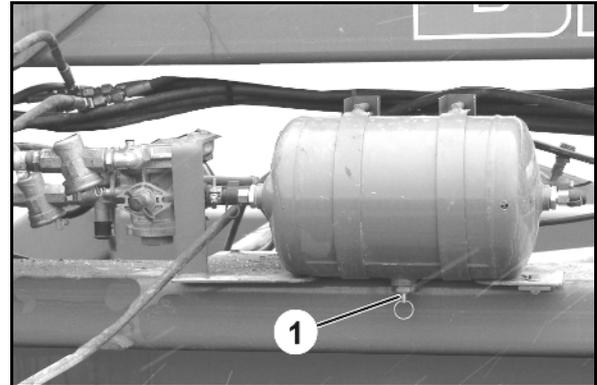

Fig. 82
3. Tirez latéralement sur la vanne de purge d'air au niveau de l'anneau (Fig. 82/1) jusqu'à ce qu'il n'y ait plus d'eau qui s'échappe du réservoir d'air comprimé.
Le réservoir d'air comprimé (Fig. 82/1) ne doit